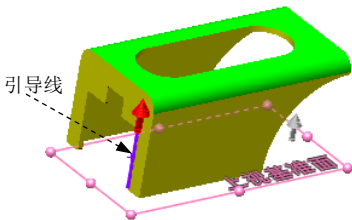

图 10.5.2 选择引导线
Step3. 设定模具参数。选取上视基准面作为拔模方向;在拔模角度文本框中输入数值 1.0;选中 ☒ 用于型心/型腔分割(U) 复选框,单击  按钮,此时系统并没有自动搜索到封闭环作为分型线,而是提示选择形成闭合环的边线。
Step4. 选择引导线。选取图 10.5.2 所示的模型边线作为分型线引导线。